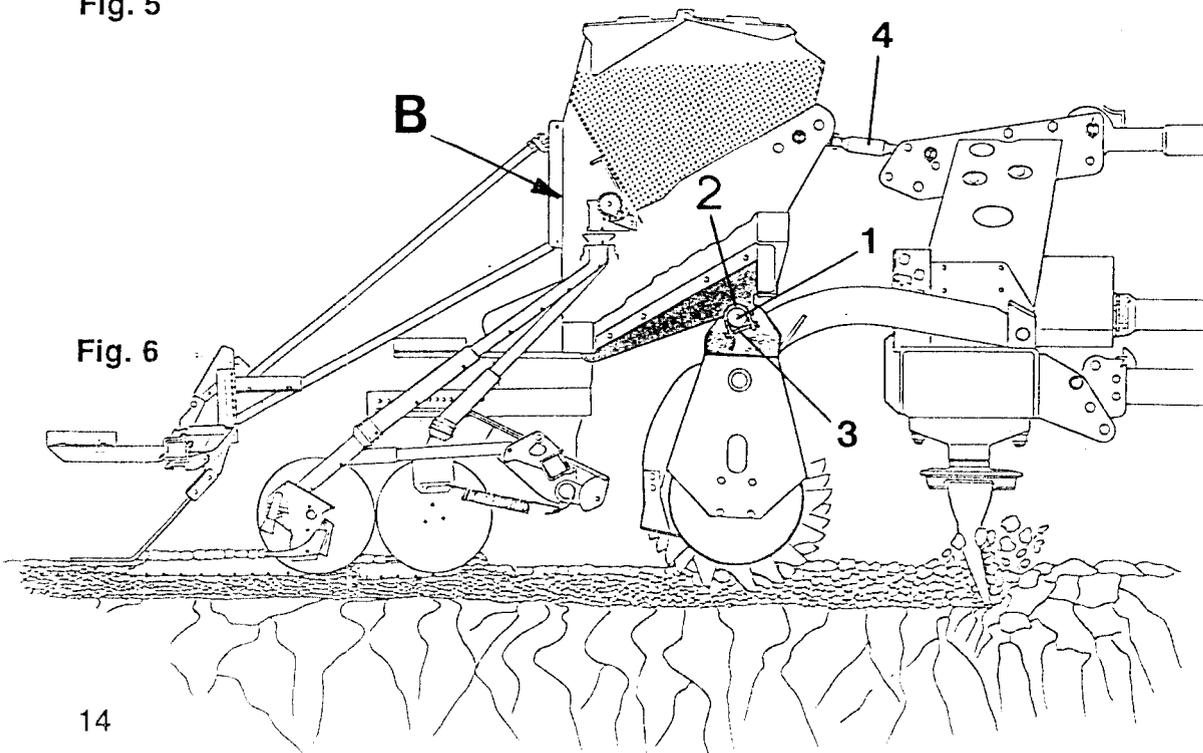

Fig. 6
- Accrocher les chapes d'attelage (fig. 6/2) aux axes de palier (fig. 6/1), fixer avec deux boulons (fig. 6/3) et bloquer.
- Fixer le tirant supérieur (fig. 6/4) à l'AD et à l'outil de préparation de sol à l'aide de deux axes et goupiller chacun d'eux en sécurité.
- Régler la longueur du tirant supérieur (fig. 6/4) de manière à mettre d'aplomb la paroi arrière du semoir.